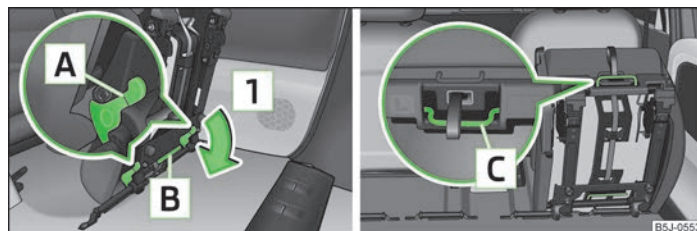

Fig. 41 Deblocați scaunul rabatat spre înainte / mânerile de pe suprafața de șezut
- Deblocați scaunul rabatat spre înainte prin apăsarea elementelor de blocare **A** » fig. 41, în sensul săgeții **1**.
- Rabatați scaunul lateral spre înainte » pagina 50, *Rabatarea spătarului spre înainte și rabatarea completă a scaunului spre înainte* și deblocați-l » fig. 41 la pagina 51.